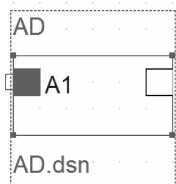
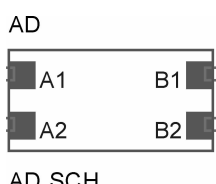

图 6-44 继续放置图样入口
图 6-45 图样入口
4. 此时，鼠标仍处于放置图样入口的状态，重复 Step 3 的操作即可放置其他的图样入口，如图 6-44 所示。完成放置后，右击鼠标或者按下〈Esc〉键便可退出操作，结果如图 6-45 所示。